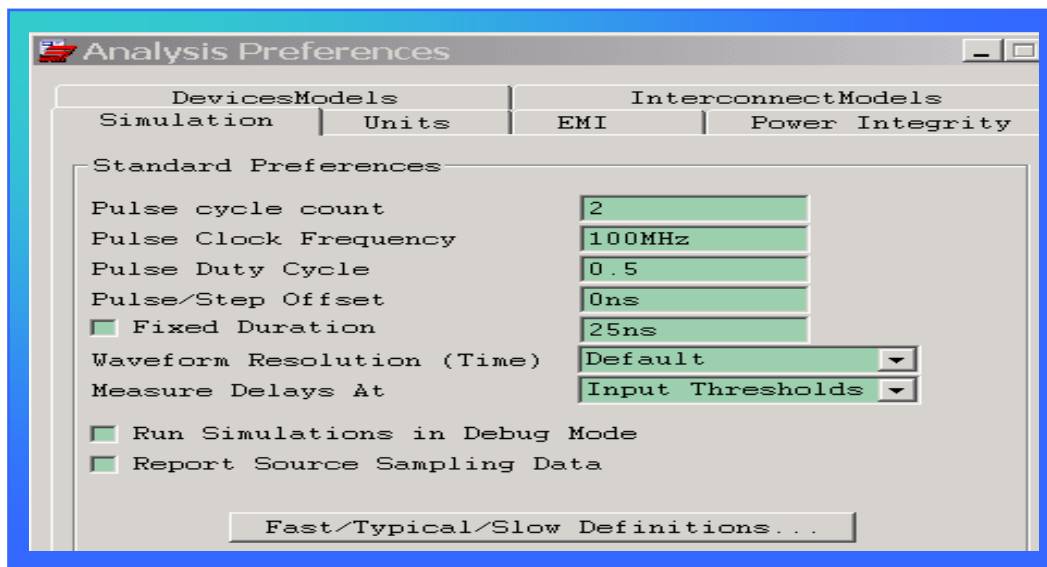

图 6.1 仿真参数设置
在 SpectraQuest 的菜单里选中 Analyze\SI/EMI SIM\Prefences，出现参数设置窗口（图 6.1）
2) 在 SigXplore 里的选中 Analyze\Prefences 进入的参数设置窗口与图 6.1 类似。